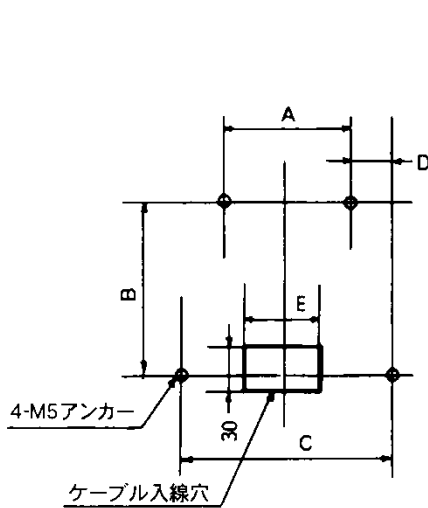
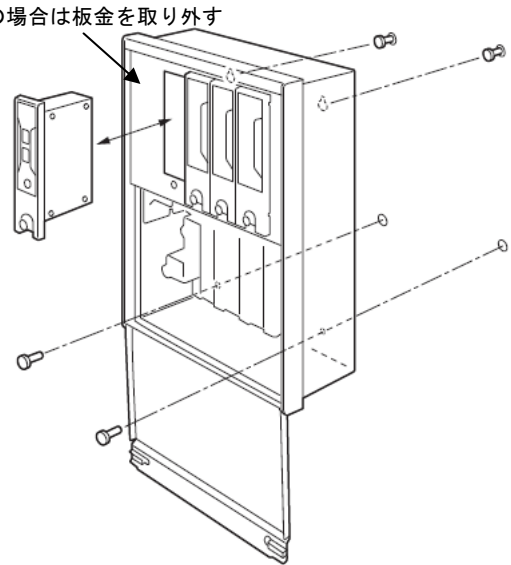

図 7 寸法図
図 9 本体の取付
- ①図7及び表3に従って、壁に取付穴及びケーブル入線穴をあけます。ケーブルの入線は本体背面及び下側の2方向からできるようになっています。背面から入線する場合のみ、ケーブル入線穴をあけてください。
- ②すべての取付穴にアンカーを打ち込み、上側2ヶ所の取付穴にボルトを取り付けます。
- ③警報ユニット及び本体右下側の取付穴の真上にあたる指示計ユニットを取り外します。②で取り付けしたボルトに本体上側の取付穴を引っかけて、下側のボルトを取り付けます。15点式の場合は図9で示した位置にある板金を取り外してください。
④ 4ヶ所のボルトを締め付けたら、警報ユニット及び指示計ユニットを元の位置に取り付けてください。(コネクタも元の通り接続してください)